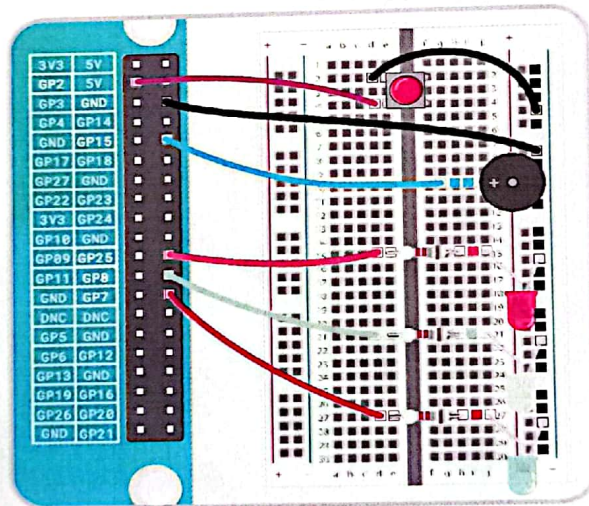

Figure TP4-1 : Schéma de câblage pour le projet Feux de circulation
Commencez par construire le circuit (Figure TP4-1), reliant le buzzer à la broche GPIO 15 (GP15 dans la Figure TP4-1), la LED verte à la GPIO 8 (GP8), la LED rouge à la broche GPIO 25 (GP25), la LED jaune à la GPIO 8 (GP8) et l'interrupteur à la GPIO 2 (GP2). N'oubliez pas de connecter les résistances 330  $\Omega$  entre les broches GPIO et les pattes longues des LED, et de relier les secondes pattes de tous vos composants au rail de masse de votre platine. Pour finir, connectez le rail de masse à une broche de masse (étiquetée GND) sur le Raspberry Pi pour compléter le circuit.
**A faire à la maison :** En utilisant le schéma de câblage pour le projet Feux de circulation (Figure TP4-1), complétez le code pour simuler un passage piéton. Vous avez besoin de votre programme qui surveille à quel moment le bouton est appuyé